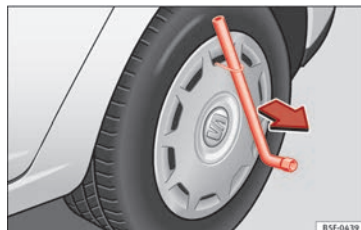

Fig. 156 Cambio de rueda: retirar el embellecedor integral.
- Retire el embellecedor integral de la rueda con el gancho de alambre » **fig. 156**.